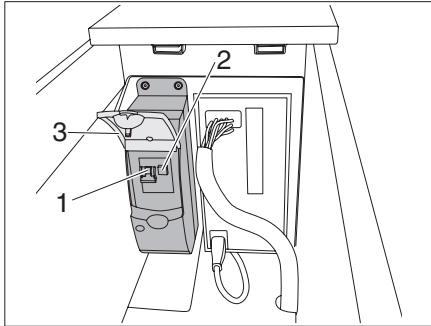

Fig. 69 Disjoncteur automatique de 230 V
► Ouvrir le volet de protection (Fig. 69,3).
Le raccordement 230 V est protégé par un disjoncteur automatique bipolaire (Fig. 69,1).
▫ L'interrupteur RCD (Fig. 69,2) 230 Volt doit être actionné une fois par an pour éviter que le mécanisme ne « colle » et que la durée de déclenchement ne soit prolongée.